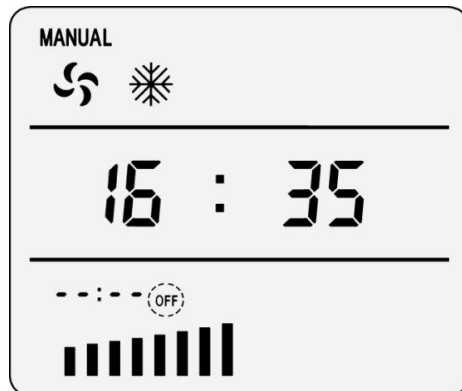

Рисунок 8-6
- 2) Нажмите кнопку . На дисплее отобразится, "--:--", и мигающий значок "OFF" (рис. 8-6).